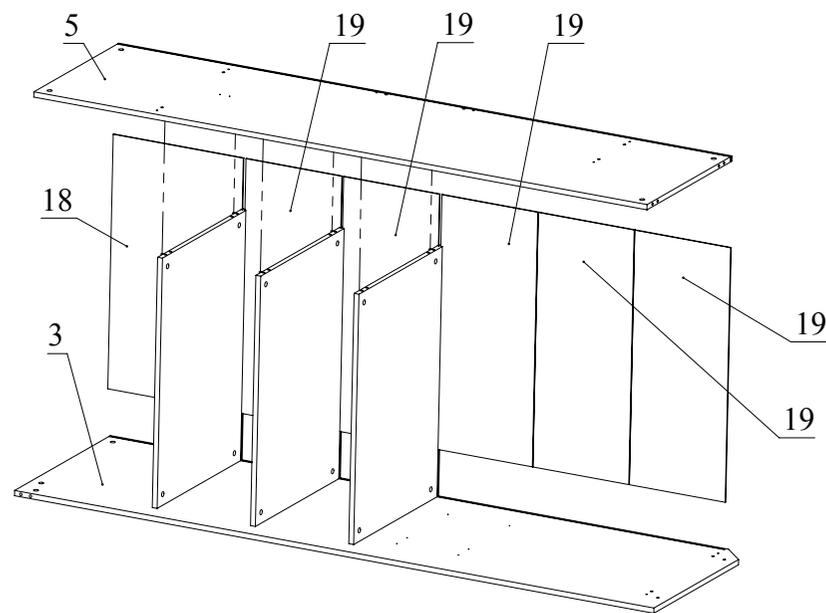

Рис.7
5. В пазы на деталях 7 и 3 вставьте детали 18 и 19. С помощью минификс соедините детали 5 и 7 (Рис.7).